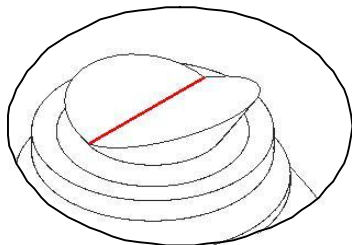
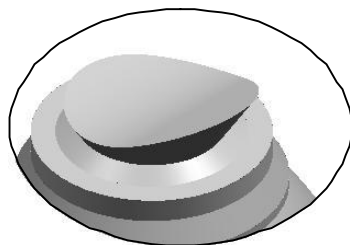

图4-15
图4-16
14. 使用边倒圆功能创建圆角特征。选择图 4-15 所示的实体边缘，然后设置圆角半径为“80”，结果如图 4-16 所示。